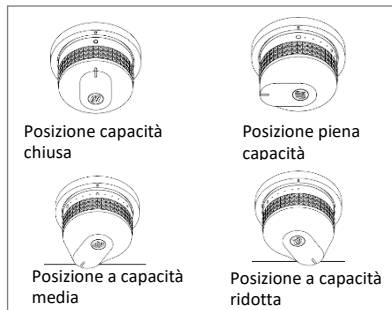

Figura 2 - Regolazione della leva di comando
6. Regolare poi a piacimento l'altezza della piastra girando la o le leve di comando da calore massimo (cerchio grande) a calore minimo (cerchio piccolo) (Vedere figura 2)
7. Per spegnerlo, riportare le leve di comando sul simbolo di chiusura (O) e poi chiudere il rubinetto della bombola del gas.